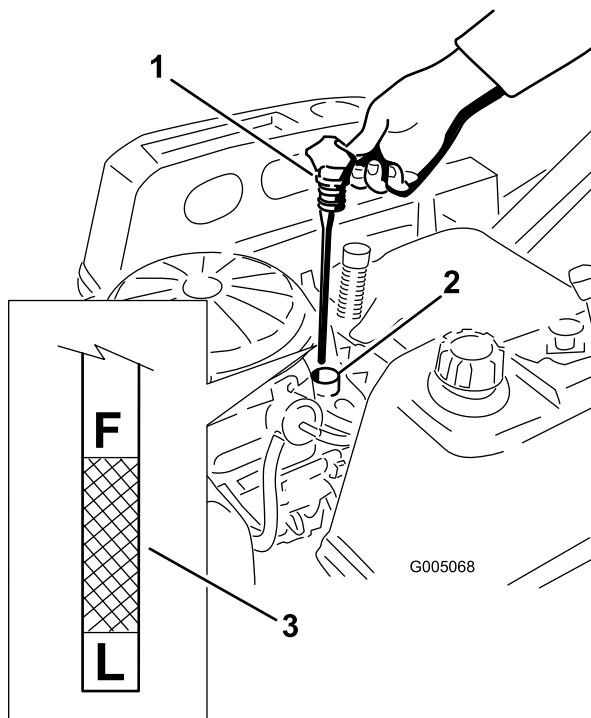

Figure 32
- Sortez le bouchon de remplissage/la jauge de niveau d'huile et essuyez-la sur un chiffon. Remettez la jauge en place en l'enfonçant au maximum (Figure 32).
- Sortez de nouveau la jauge et contrôlez le niveau d'huile (Figure 32). Le niveau d'huile doit atteindre mais ne pas dépasser le repère du plein F sur la jauge.
7. Tournez le robinet de vidange d'huile de 1/4 de tour dans le sens anti-horaire pour l'ouvrir et permettre à l'huile de s'écouler (Figure 34). Enlevez le bouchon de remplissage/la jauge (Figure 32).
14. Versez avec précaution environ 80 % de la quantité d'huile spécifiée dans le goulot de remplissage (Figure 32).
15. Remettez fermement en place le bouchon de remplissage/la jauge d'huile (Figure 32).
16. Vérifiez le niveau d'huile (Figure 32) (voir Contrôle du niveau d'huile).
18. Remettez fermement en place le bouchon de remplissage/la jauge d'huile (Figure 32).